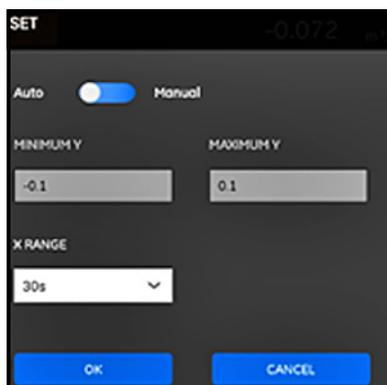

Figure 95 : menu Graph Parameters (Paramètres graphiques)
- Lorsque vous êtes en mode **GRAPH** (GRAPHIQUE), cliquez sur le bouton **SETTING** (PARAMÈTRE) juste au-dessus du graphique pour ouvrir le menu **SET Y AXIS** (RÉGLER L'AXE Y) illustré dans la *Figure 95* ci-dessous.